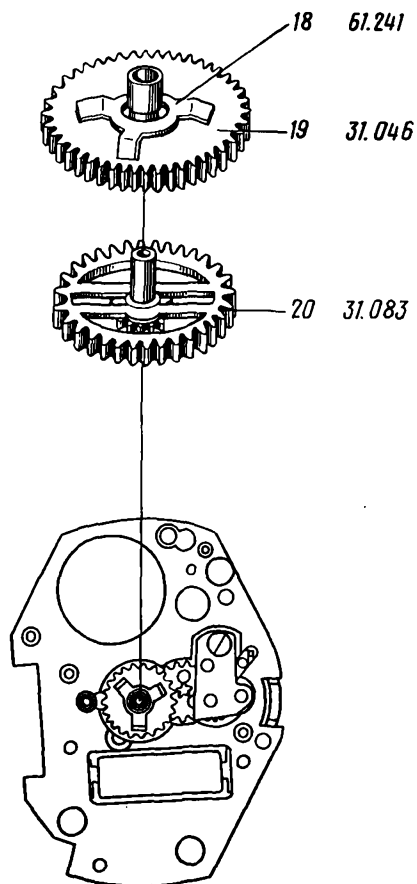

Рис. 70
21. Снять колесо часовое 19 с фольгой 18 (рис. 70)